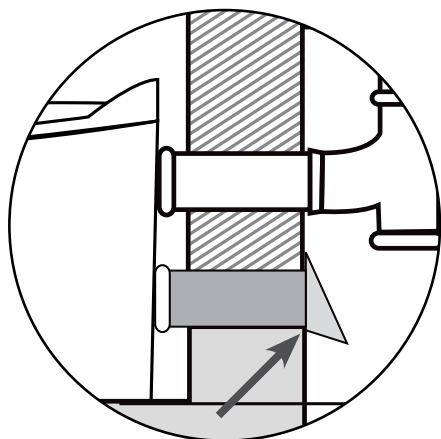

fig. 4
4. Nach Anbringung des Belüftungsrohrs in der Toilette sägen Sie das Rohr bündig mit der Außenwand ab, fig. 4.